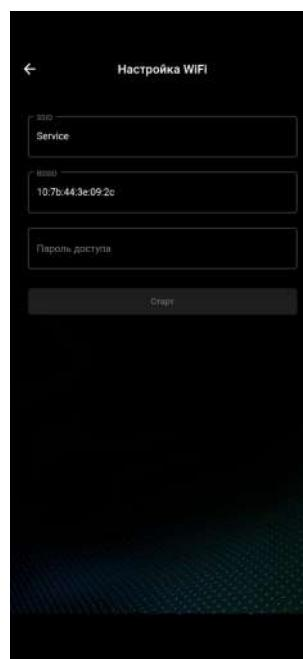

Рис. 4
- 6) Если вы подключены к сети, то будут віведені ее данные (Рисунок 4)